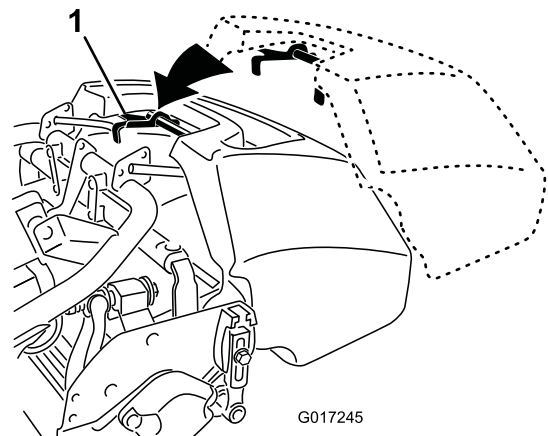

Figure 21
2. Guidez le bord du bac entre les plaques du plateau de coupe et par dessus le rouleau avant (Figure 21).
3. Placez les crochets du bac par dessus la boucle du cadre (Figure 21).